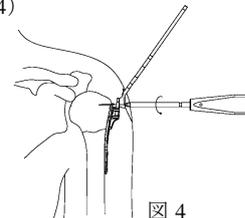

図 4
- 4) 六角 2.5 ドライバーでハンドルを外し，スクリューを挿入していきます。ハンドルを装着した状態でも，スクリューの挿入は可能です。（図 4）